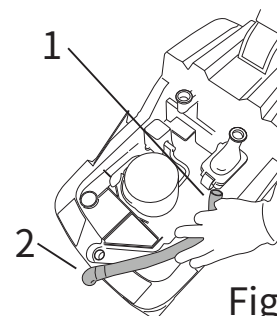

Fig.31
- ・ 切換バルブ (図31、参照1) とフロントスキー (図31、参照2) からホースを外します。